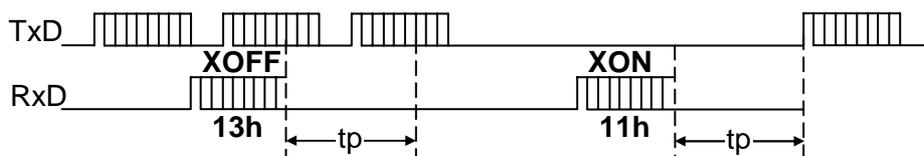

Рис. 9.3
- **Программный протокол XON/XOFF.** Предполагает наличие двунаправленного канала обмена. Временные диаграммы обмена показаны на рис. 9.3. Предполагает наличие у приемника буфера, так как время реакции передатчика  $t_p$  может оказаться достаточно большим. Когда буфер приемника заполняется до определенного уровня (обычно 80—90 %), он передает передатчику команду XOFF (байт с кодом 13h). Приняв эту команду, передатчик прекращает передачу и переходит в состояние ожидания до прихода команды XON (байт с кодом 11h), по которому передатчик возобновляет передачу.